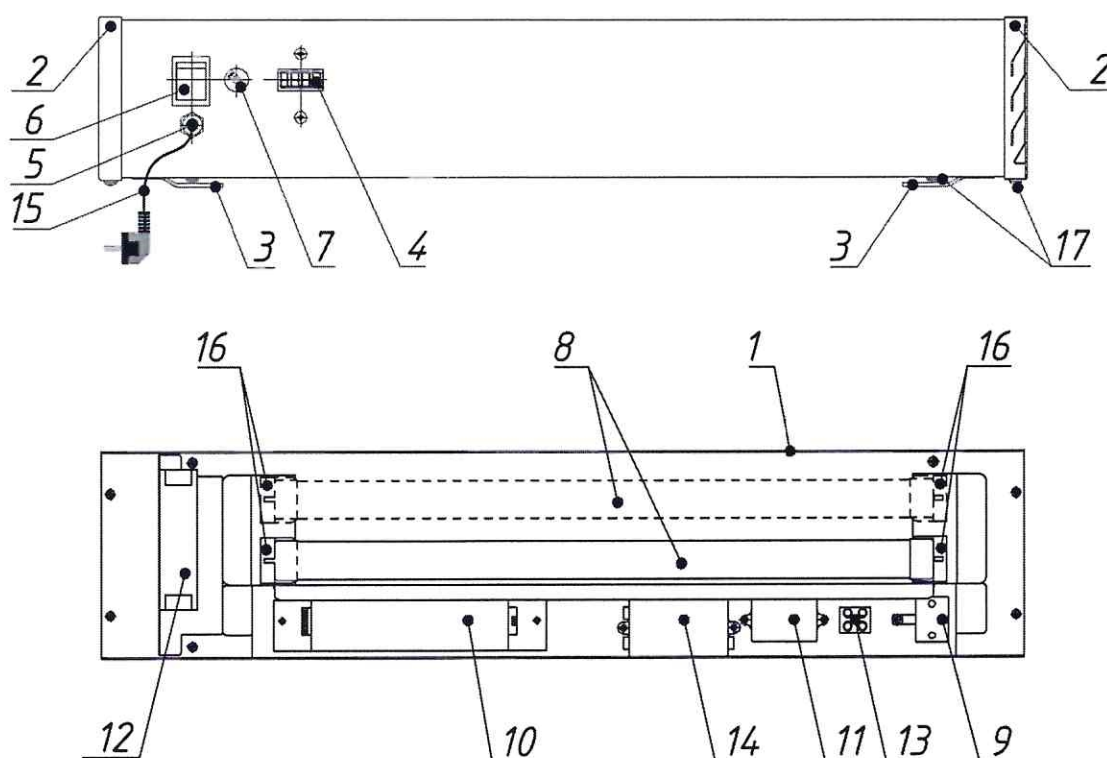

Рис.1
2.1 Металлический корпус рециркулятора (Рис.1) состоит из основания (1) с кронштейнами крепления (3) и защитного кожуха с порошковым покрытием.